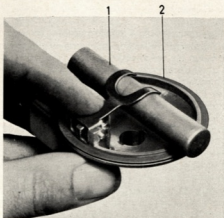

Fig. 10. Contrôle du niveau de carburant.
3. Mesurez la distance entre le couvercle et le levier en introduisant une broche de 11 mm de diamètre selon la figure 10. Le levier du pointeau doit donc tout juste reposer contre la broche, lorsque le pointeau est fermé.